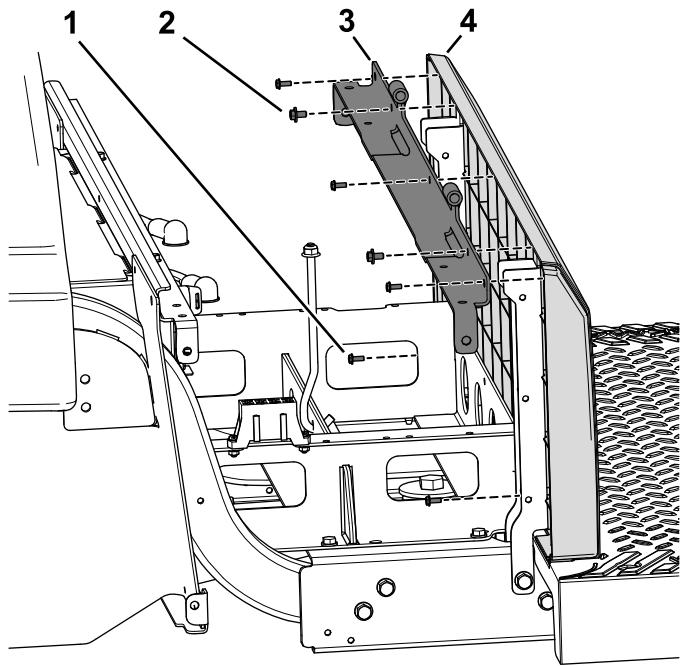

Figure 86
- des 2 ensembles boulon et rondelle (1/4" x 1/2") (Figure 86).
- Avec les 5 vis (n° 10 x 1/2"), fixez le panneau arrière au support en équerre et aux supports de siège (Figure 86).